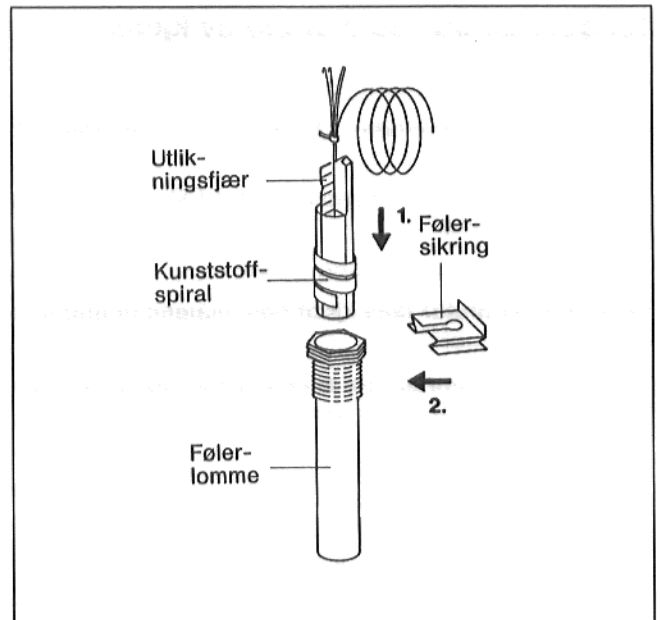

Fig. 25
- Temperaturføleren stikkes ned i følerlommen til anslaget. Kunststoffspiralene skyves herved automatisk tilbake. Utløsningsfjæren må skyves inn sammen med følerlommen (fig. 25).
- Følersikringen (inngår i leveransen av kontrollpanel) trykkes fra siden eller ovenfra på følerlommehodet (fig. 25).